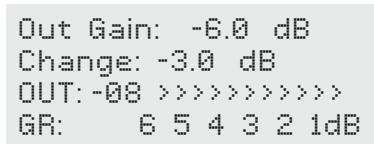

图21. 在预览界面下旋转旋钮能够更改输出增益
1. 向左或向右旋转以调整输出电平 (图21)。输出增益与相应的调整量都会以dB来显示。输出电平总会被调用, 且不受任何重置功能的影响。0.0 dB数值代表低音音箱的标称输出增益。